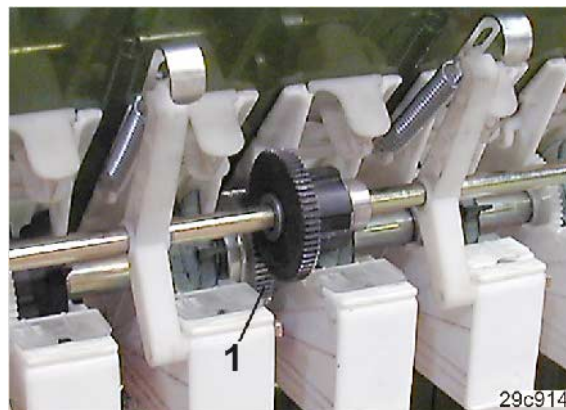

図 237
1. 豆用シードシャフトに歯車 (図 237/1) を取り付けてください。